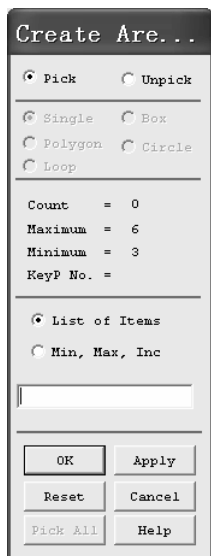

图 3-64 “Create Are...”窗口
(18) 依次选择 Main Menu>Preprocessor>Modeling>Create>Areas>Arbitrary>Through KPs, 弹出“Create Are...”窗口(见图 3-64)。用鼠标左键依次单击关键点 1、2、3、4, 然后单击“Create Are...”窗口中的“Apply”按钮, 生成第一个面(钢板); 继续用鼠标左键依次单击关键点 1、5、6、2, 然后单击“Create Are...”窗口中的“OK”按钮, 生成第二个面(铜板)。